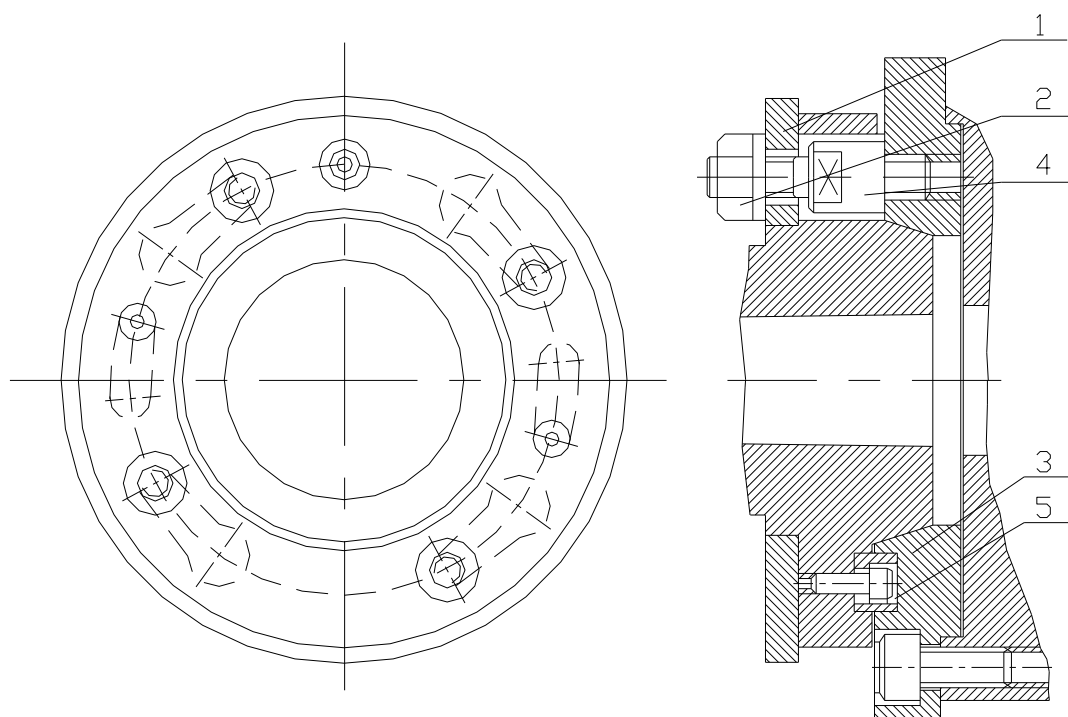

Рис.4-11
4.8.1 УСТАНОВКА ЗАЖИМНОГО УСТРОЙСТВА НА ПЕРЕДНЕМ КОНЦЕ ШПИНДЕЛЯ СОГЛАСНО DIN55027/ISO702-III рис.4-11
Когда производится установка зажимного устройства согласно рис.4-11 байонетную шайбу 1 необходимо закручивать по часовой стрелке (шпиндель в прямом направлении) так, чтобы гайки 2 прошли сквозь двухступенчатые шлицевые отверстия байонетной шайбы. Зажимное устройство устанавливается на конус шпинделя так, чтобы зажимные болты 4 и гайки 2 прошли сквозь отверстия шпинделя, а круглая втулка 5 совпала с гнездом зажимного устройства. После поворота байонетной шайбы 1 против часовой стрелки до упора гайки 2 затягивают.